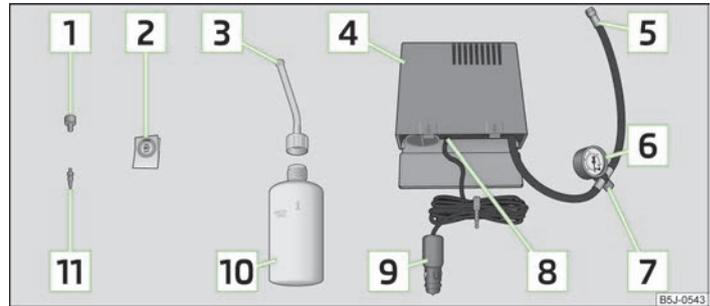

Abb. 134 Bestandteile des Pannensets
- Den Aufkleber **[2]** » Abb. 134 auf Seite 164 auf die Schalttafel im Sichtfeld des Fahrers kleben.
- Die Reifenfüllflasche **[10]** » Abb. 134 auf Seite 164 einige Male kräftig hin und her schütteln.
- Den Reifenfüllschlauch **[5]** » Abb. 134 auf Seite 164 des Luftkompressors fest auf das Reifenventil schrauben.